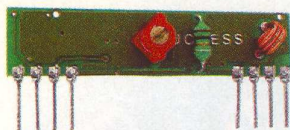

Fig. 1 Modul Rx 433 în mărime naturală
- mesajele pot fi încărcate în memoria non-volatilă a kitului K8045, cu orice calculator personal (PC), utilizând portul serial (COM1 sau COM2);
- transferul mesajelor de la PC la kitul K8045 se poate realiza și fără cablu (wireless), prin utilizarea modulelor de radio-frecvență opționale Rx și Tx pe 433 MHz; ce pot fi găsite la Conex Electronic (fig. 1 și 2).